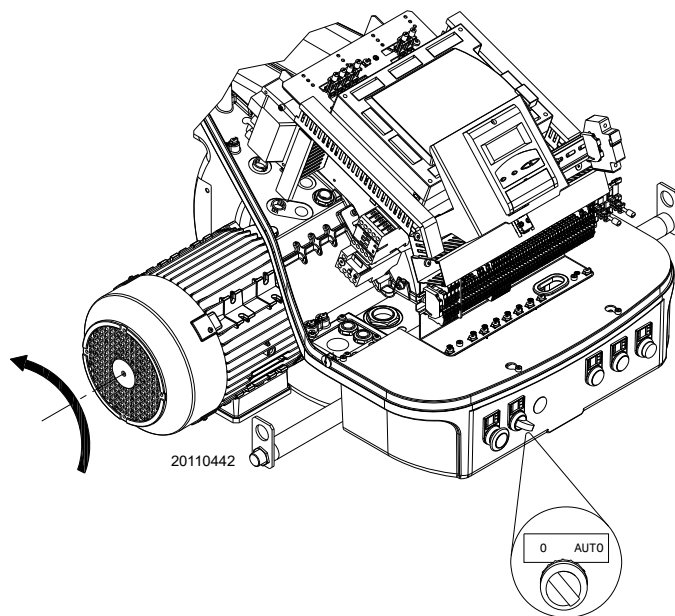

Fig. 27
Chiudere i termostati/pressostati e mettere l'interruttore di Fig. 27 in posizione "AUTO".
Se segnalano tensione, fermare **immediatamente** il bruciatore e controllare i collegamenti elettrici. Quando il bruciatore si avvia, verificare la direzione della rotazione del motore, come indicato in Fig. 27.
- mettere l'interruttore di Fig. 27 in posizione "0" ed attendere che il controllo fiamma esegua la fase di spegnimento;
- agendo sull'interruttore "0-AUTO" di Fig. 27 a pag. 31;